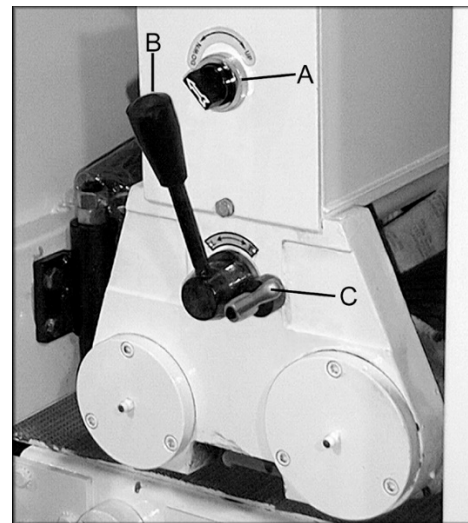
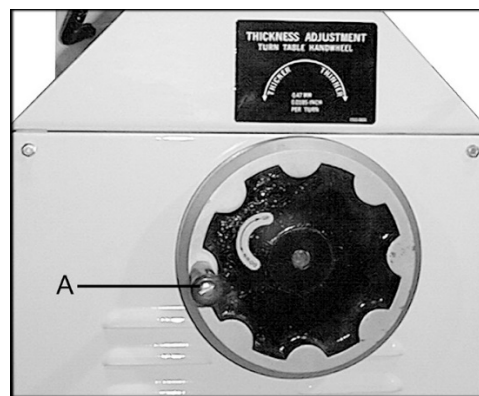

Рисунок 8
Рисунок 9
3. Включите верхний ролик, повернув рукоятку (A), Рисунок 8, в верхнее положение.
4. Отрегулируйте валик с помощью рычага (B) и зафиксируйте его ручкой (C) в нужном положении. Валик или основной резиновый ролик могут выступать в качестве шлифовального контакта. Может также использоваться их комбинация.
5. Поверните основной маховик (A) на нижнем шкафу, чтобы поднять или опустить стол. Смотри Рисунок 9. Используйте шкалу для выполнения желаемой настройки. Рекомендуемая глубина шлифования составляет 0,42 мм или два оборота маховика. Стол можно зафиксировать с помощью рычага у основания колонны.